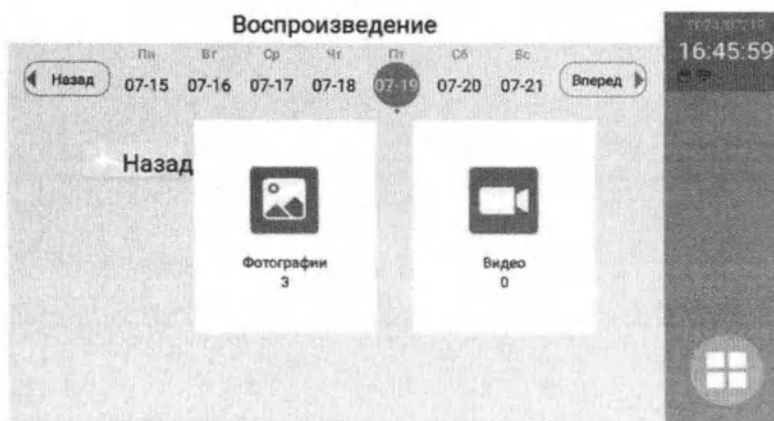
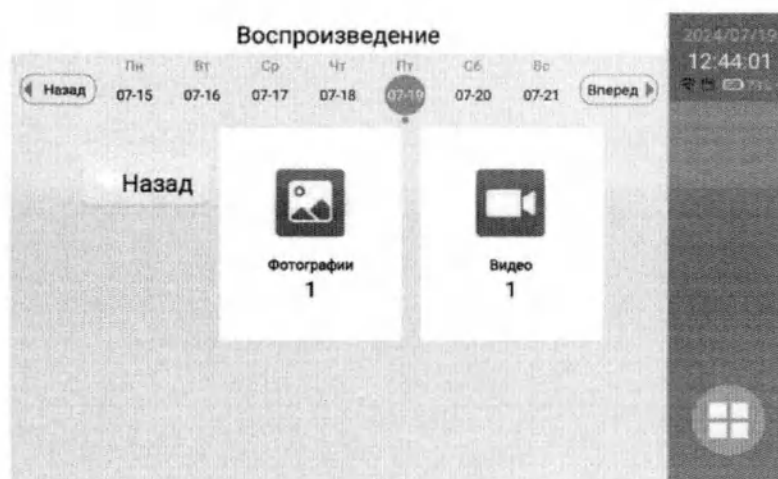
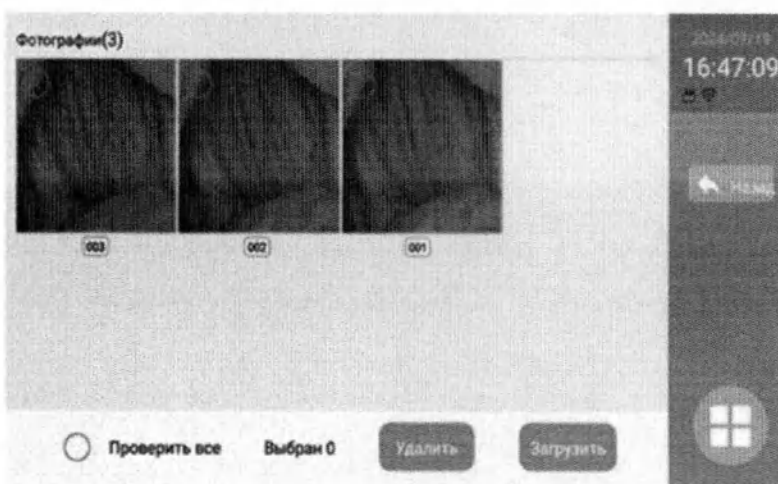
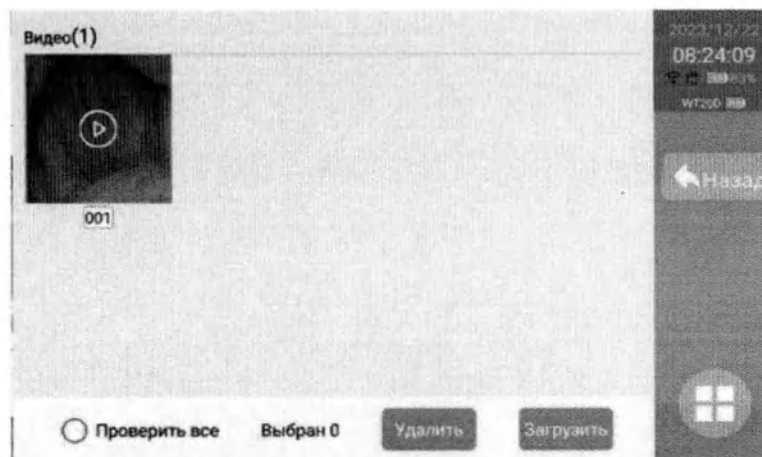

Рис. 4.10 Интерфейс меню воспроизведения (VS610).
Рис.4.12 Интерфейс меню воспроизведения (VS100).
Рис. 4.13 Воспроизведение изображения (VS610)
Рис. 4.17 Воспроизведение видео (VS100).
4.2.1. В режиме главного меню нажмите кнопку значок «воспроизведение»  на экране. Войдите в интерфейс воспроизведения (см. Рис. 4.10 — Рис. 4.12), просмотрите сохраненное изображение или видео. (См. Рис. 4.13 — Рис. 4.17).